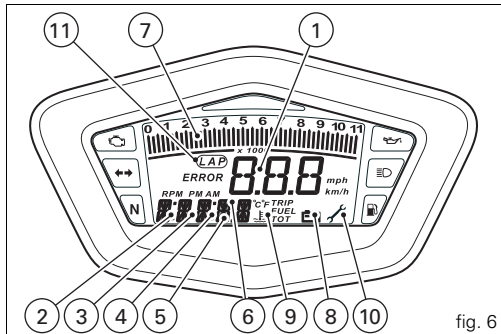

fig. 6
10) **Indicateur d'entretien préventif** (fig. 6).
11) **Fonction LAP /USB** (fig. 6).